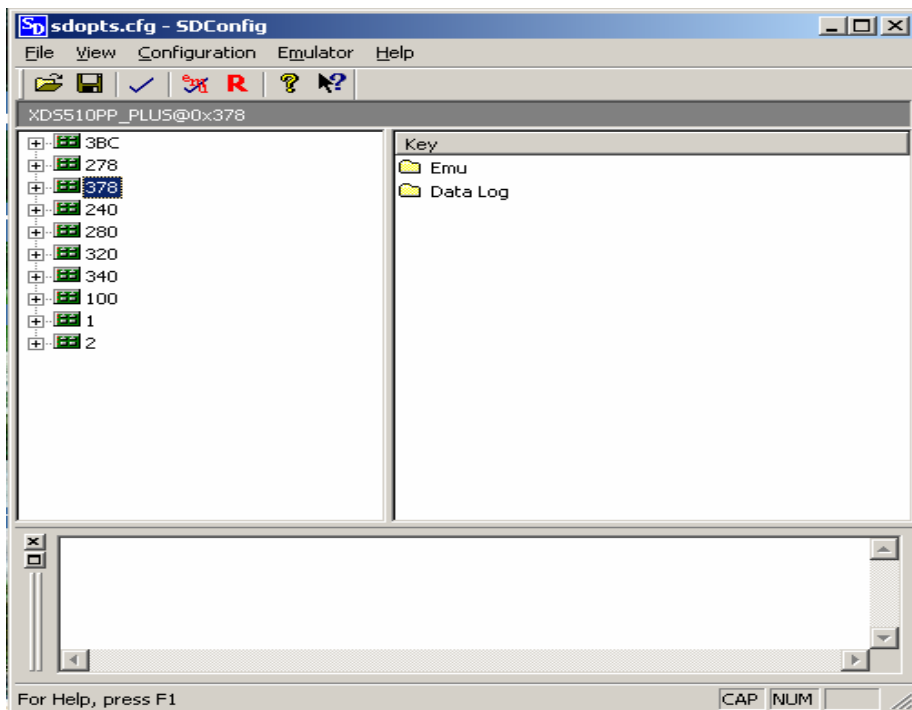
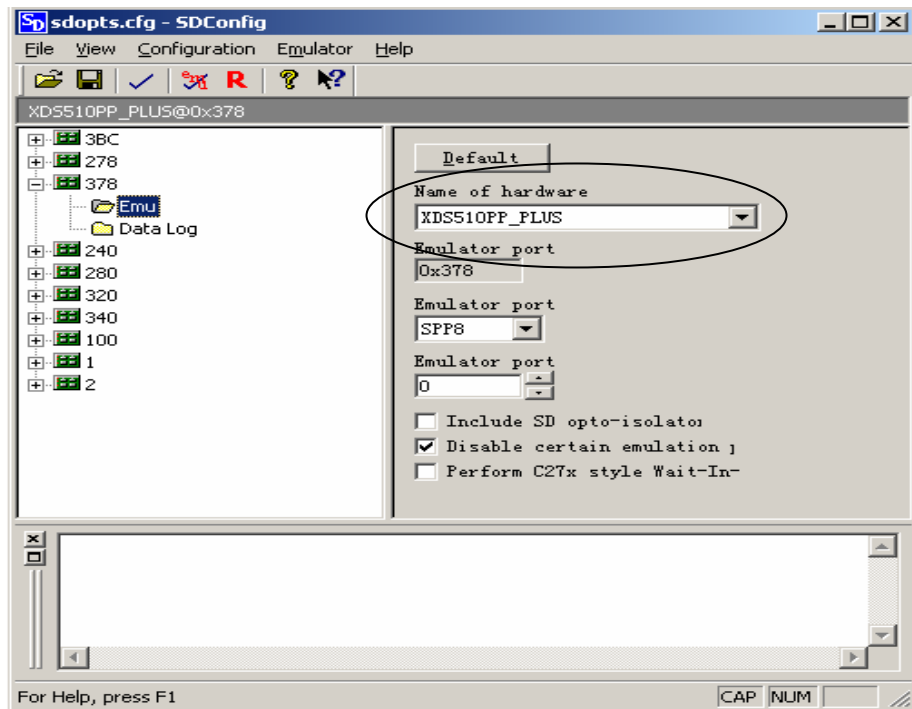

图 3.22 SDCONFIG 配置 1
图 3.23 SDCONFIG 配置 2
- B. 然后打开图 3.22, 查看 378 菜单, 如图 3.23。